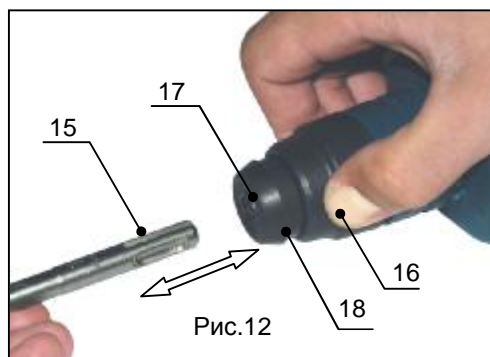

Рис.12
- Очистить хвостовик инструмента (поз.15, рис.12) и слегка смазать консистентной смазкой.
- Оттянуть назад запорную втулку (поз.16, рис.12)
- С одновременным вращением ввести инструмент в инструментальное гнездо (поз.17, рис.12) до упора.
Проверяйте, не повреждён ли пылезащитный колпак (поз.18, рис.12). **Если пылезащитный колпак повреждён, то его следует обязательно заменить!**
- Отвести запорную втулку (поз.16, рис.12) назад и вытащить инструмент.